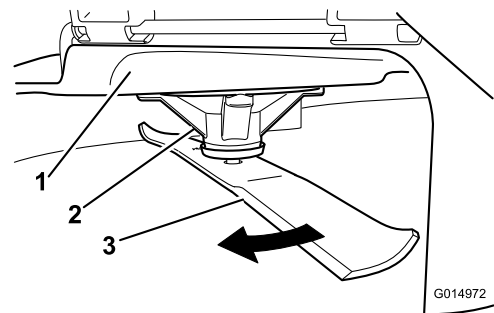

Figure 90
2. Enfilez des gants épais ou utilisez une autre protection adéquate pour les mains, et faites tourner la lame lentement jusqu'à une position permettant de mesurer la distance entre le tranchant et la surface plane sur laquelle se trouve la machine (Figure 90).